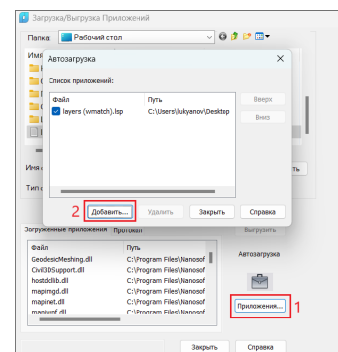

Рис. 30. Настройка LISP-приложения на автозагрузку
Настроим LISP-приложение на автоматическую загрузку при запуске программы. Наждем в окне *Загрузка/Выгрузка приложений* (рис. 30) кнопку *Приложения* (1), а в открывшемся окне *Автозагрузка* – кнопку *Добавить* (2), после чего через Проводник укажем наш LSP-файл.